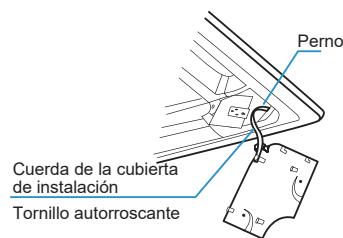

Figura 25
1. Sujete la cuerda de la cubierta de instalación en el perno de la cubierta de instalación con tornillos. Vea la Figura 25.